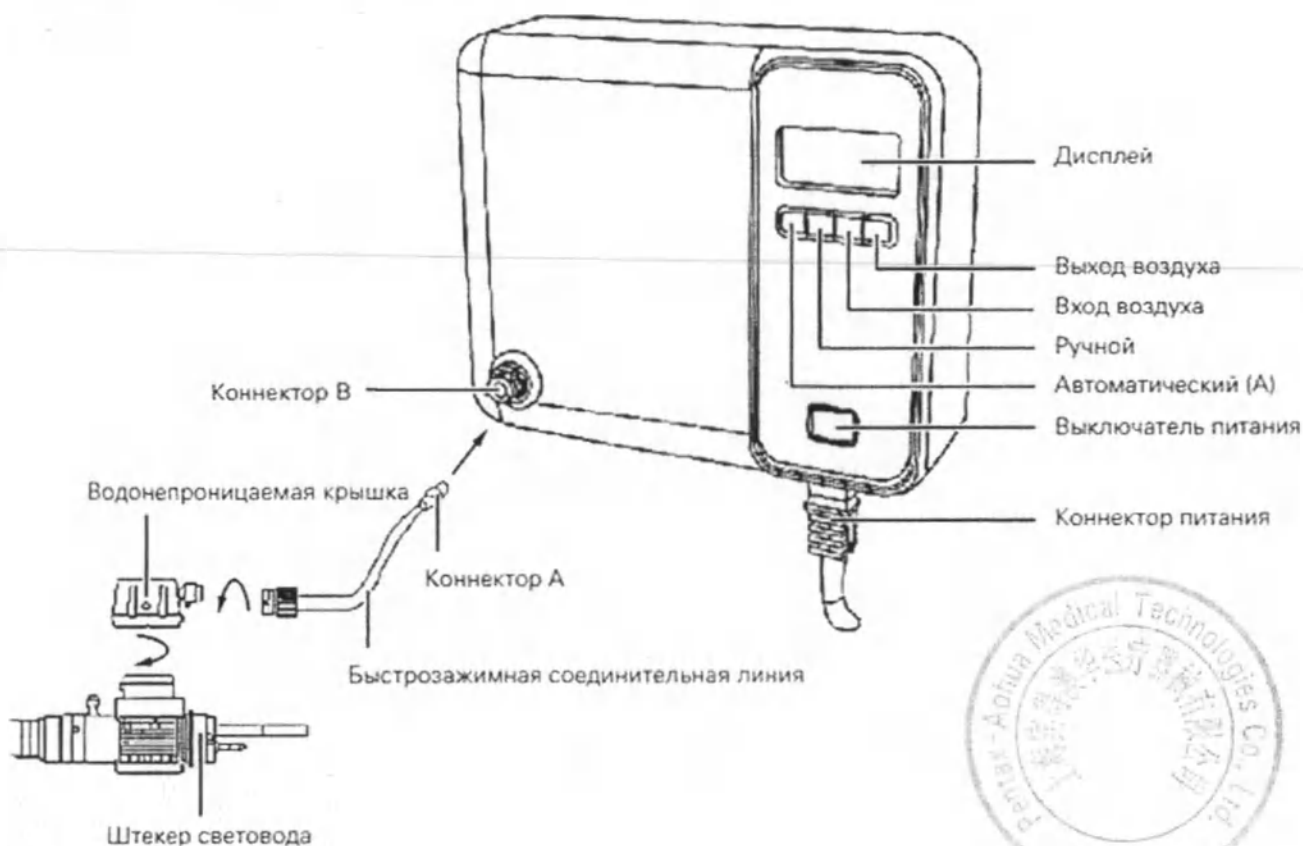

Рис.4.
- Подсоедините герметичную крышку эндоскопа к быстрозажимной соединительной линии. Затем подсоедините коннектор линии к выходному интерфейсу прибора (см. рис. 4). Все соединения должны быть герметичны во избежание утечки воздуха.